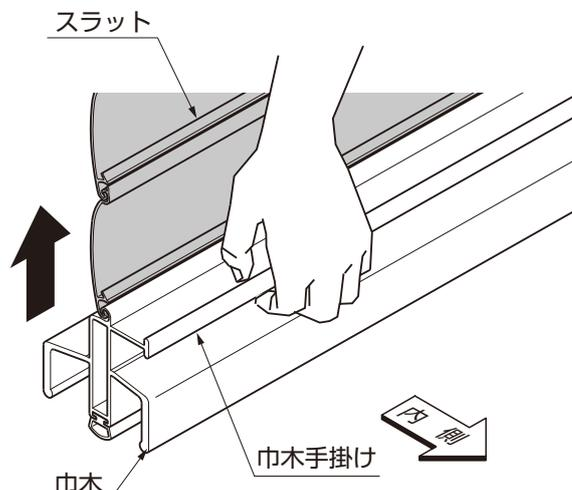

図14-2 手動におけるスラットの巻き上げ
- ③巾木手掛けを持ち、シャッターを手動で巻き上げてください。(図14-2参照)